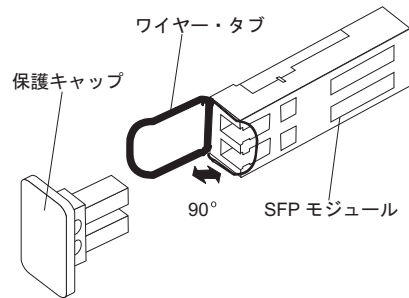

図 3-11. SFP モジュール・ラッチのアンロック - ワイヤー・タブの場合
- ・ワイヤー・タブが入っている SFP モジュールの場合は、3-10 ページの図 3-11 に示すように、ワイヤー・ラッチを引いて SFP モジュールのラッチをアンロックします。